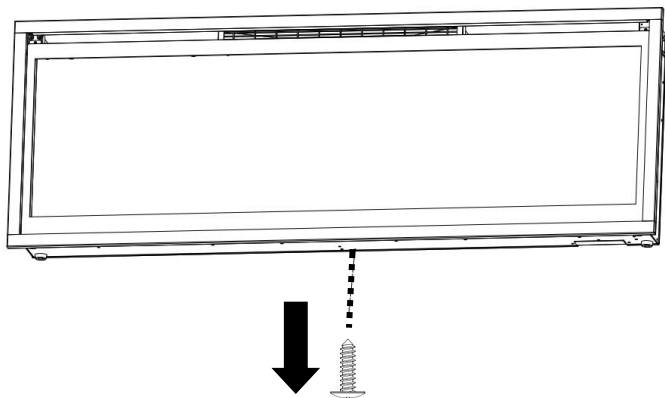

Fig 3-1
A. Rimuovere la vite argentata sul fondo dell'apparecchio. (Fig. 3-1). Mettere da parte la vite.